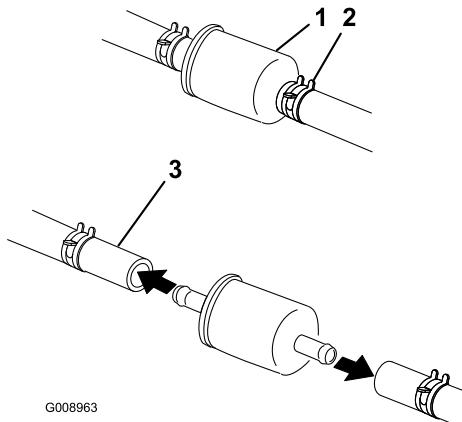

Figura 43
5. Apriete los extremos de las abrazaderas y deslícelas por el tubo alejándolas del filtro (Figura 43).
7. Instale un filtro nuevo y acerque las abrazaderas al filtro (Figura 43).